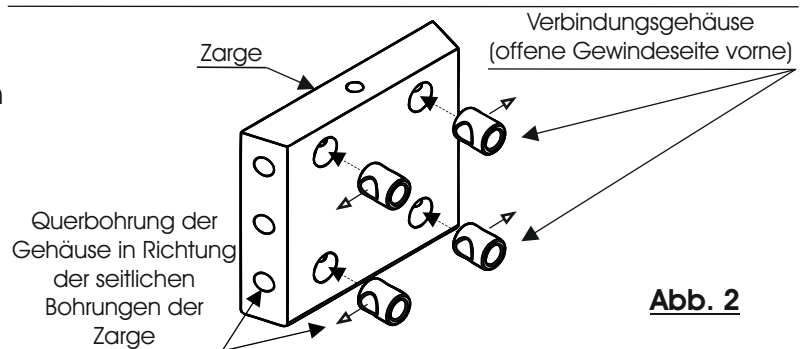

Abb. 2
3. Legen Sie sich die Zargen zurecht. Drücken Sie in jeder Zarge vier Verbindungsgehäuse ein. Diese befinden sich im beiliegenden Beslagsbeutel. Achten Sie darauf, dass die offene Gewindeseite des Gehäuses nach vorne und die Querbohrung zu den seitlichen Bohrungen gerichtet ist. (Abb.2)